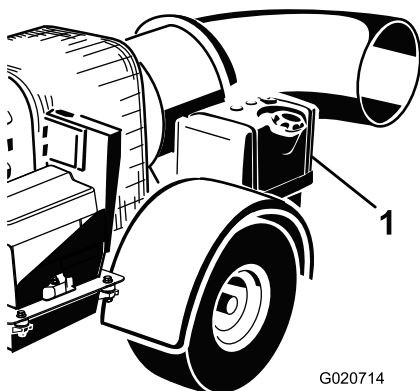

Bild 12
2. Reinigen Sie den Bereich um den Tankdeckel herum und nehmen den Deckel ab (Bild 12).